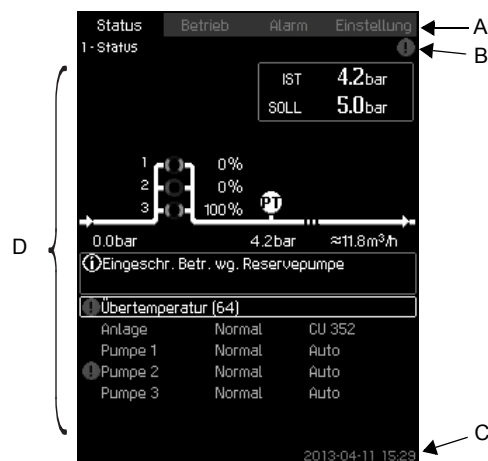

Abb. 8 Bildschirmaufbau
Die Menüzeile (A) ist in Abb. 8 dargestellt.
Die obere Zeile (B) ist in Abb. 8 dargestellt. In der oberen Zeile wird angezeigt: